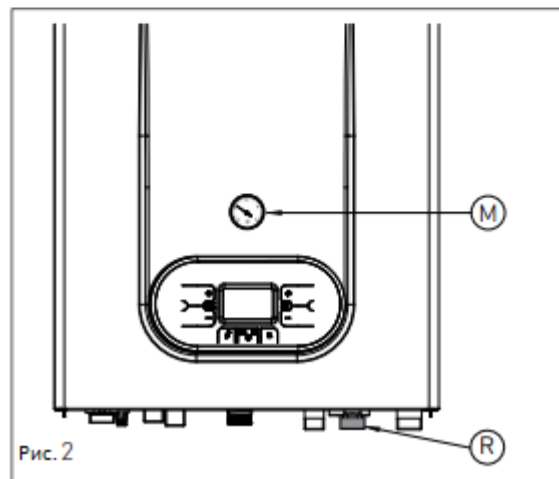
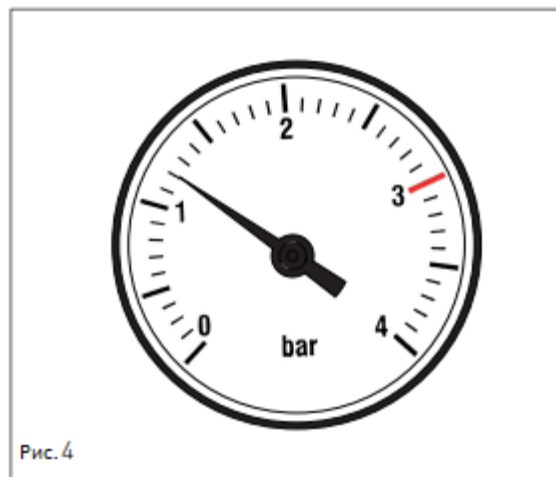

Рис. 2
Рис. 4
4. Откройте подпиточный кран R (рис. 2)
6. При помощи манометра М (рис. 2) убедитесь, что давление в системе достигает 1,2 бар (рис. 4).
7. После выполнения этой операции убедитесь, что подпиточный кран R (рис. 2) плотно закрыт.
10. Если после выполнения этих операций вы обнаружите, что давление воды в системе понизилось, снова откройте подпиточный кран R и дождитесь, пока манометр не покажет значение давления 1,2 бар (рис. 4)